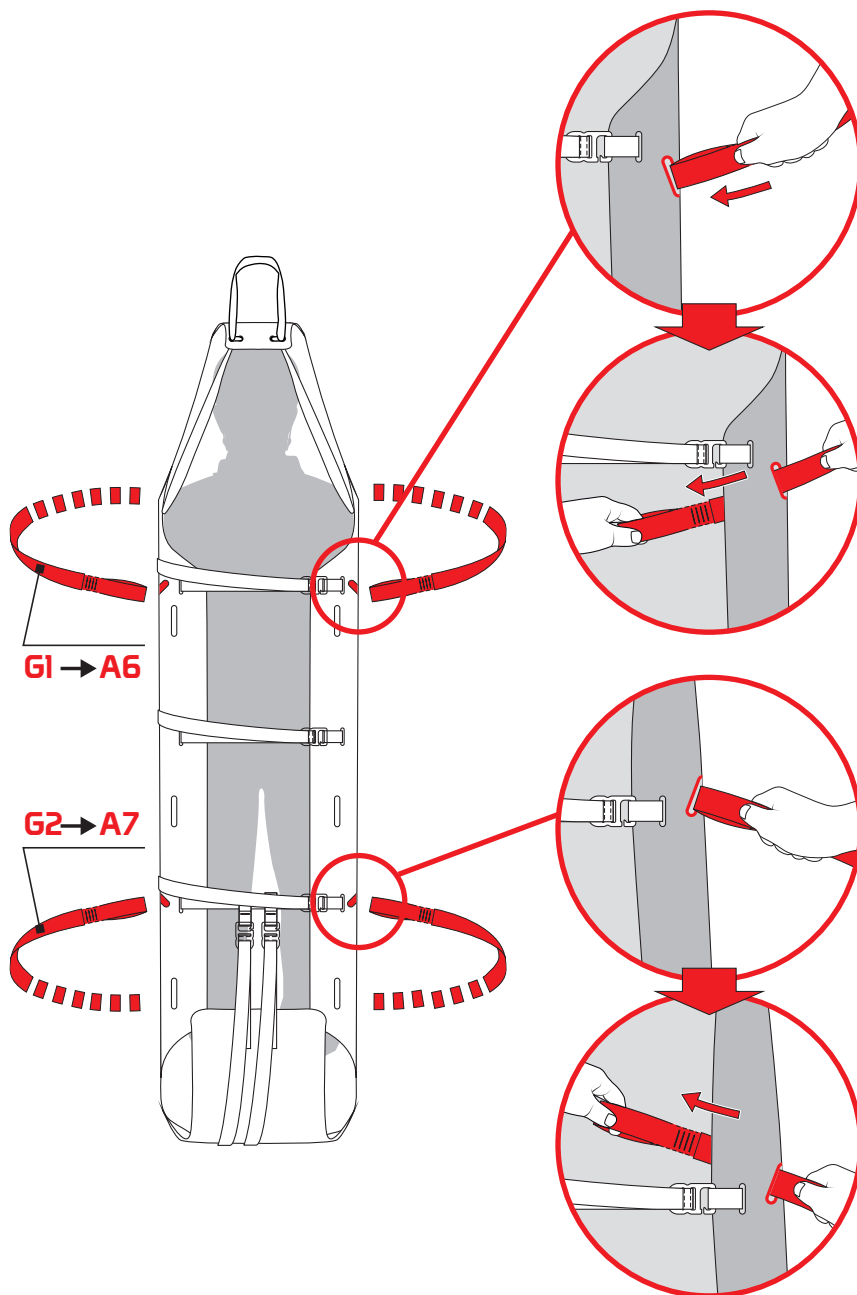

Fig.13
b) sollevamento/calata e/o trasporto mediante sospendita (G): inserire la sospendita corta (G1) nelle asole A6 e quella lunga (G2) nelle asole A7 del piano di appoggio (fig. 13),